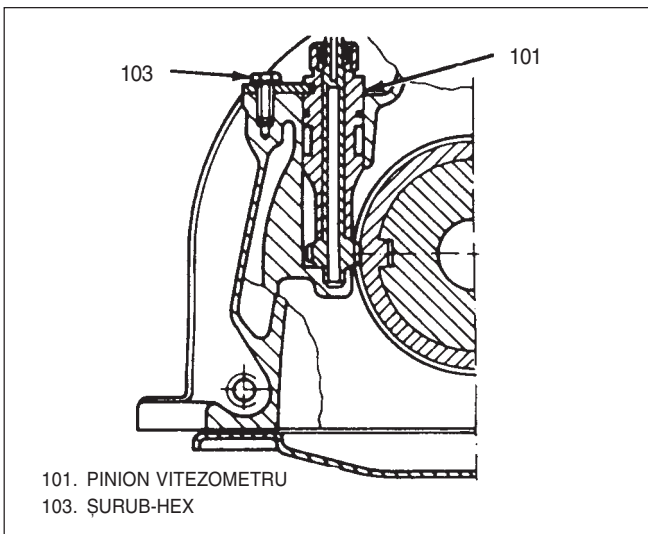

Fig. 4 Angrenaj vitezometru
- 5) Șurub(103) și lagăr cu pinion vitezometru(101) de la carcasa(1), Fig 4.